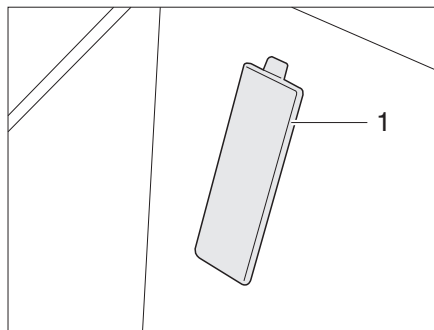

Fig. 305 Cache numéro de châssis (véhicule porteur Fiat)
- ▷ Le numéro de châssis se trouve derrière un cache (Fig. 305,1) dans la zone d'entrée, côté passager sur les véhicules porteurs Fiat.